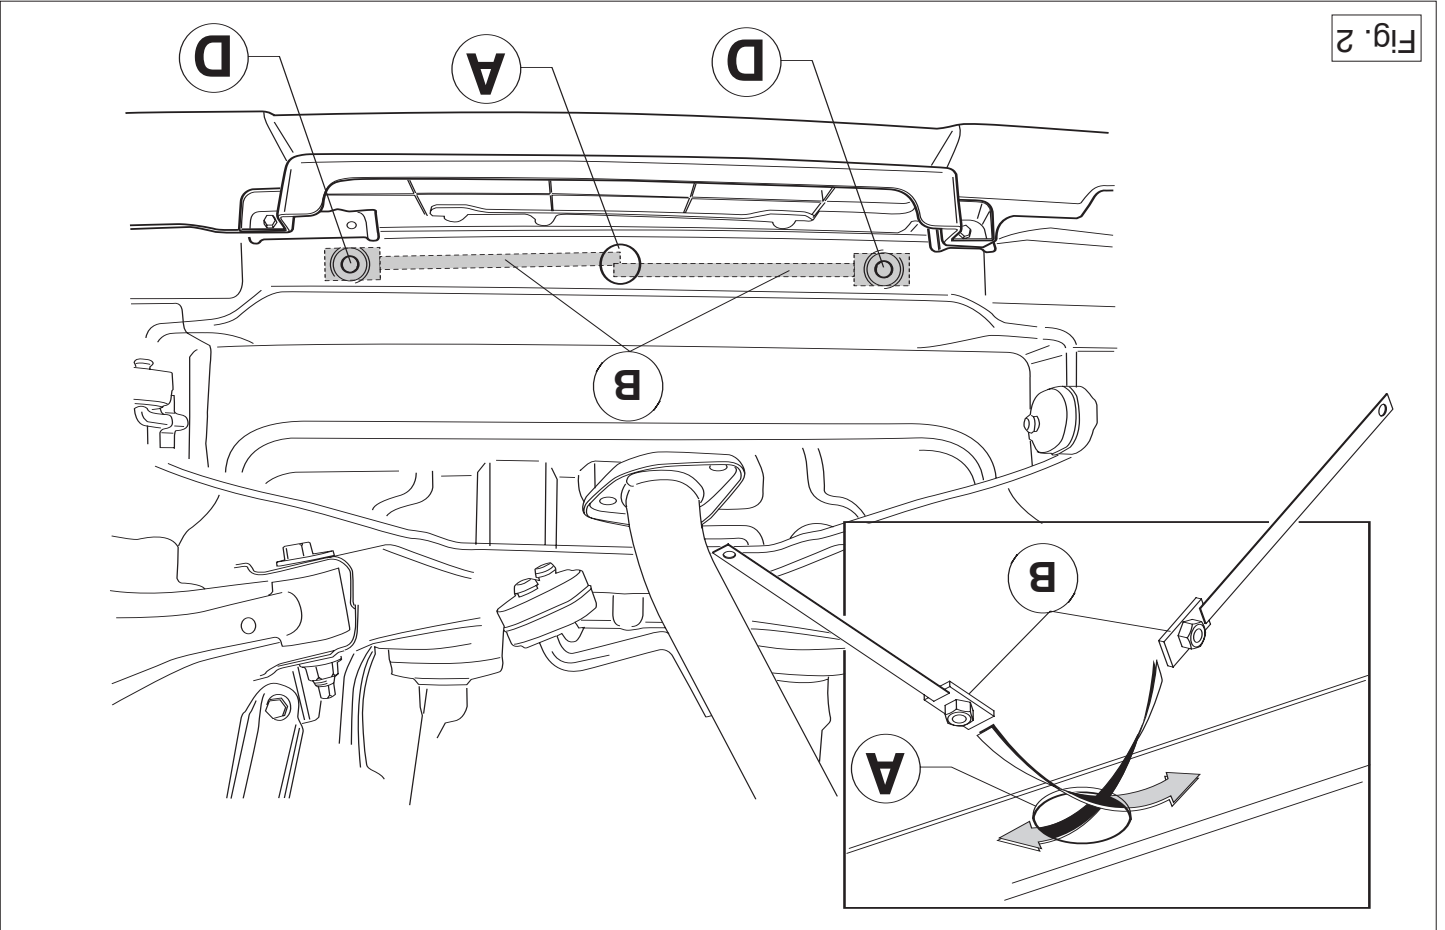

Fig. 2
5. Im Langsträger die beiden Streifen B anlegen Siehe Abbildung 2.
5. Placer les deux plaquettes B à l'intérieur du châssis. Voir la figure 2.
5. Anbring de to plader B på indersiden af chassiset. Se fig. 2.